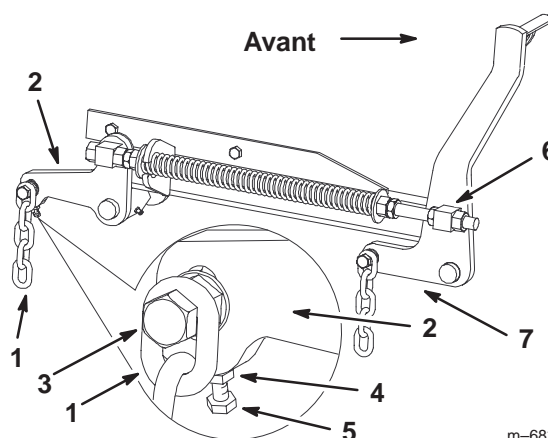

Figure 69
7. Si la distance mesurée au point **B** ou **C** n'est pas correcte, desserrez le boulon qui fixe la chaîne arrière au bras de support arrière (Fig. 69).